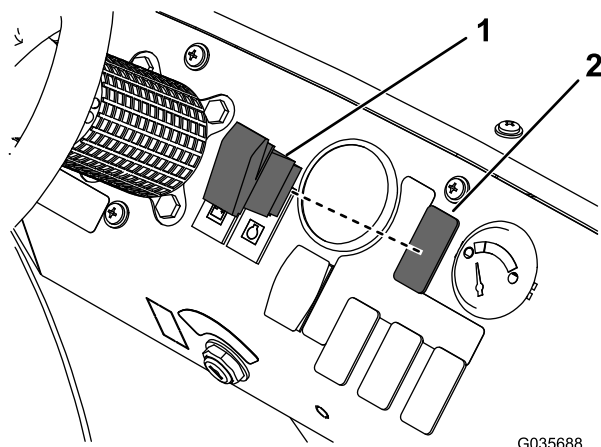

图4
9. 从仪表板上拆下栓塞（图4）。
10. 将开关装入孔中（图4）